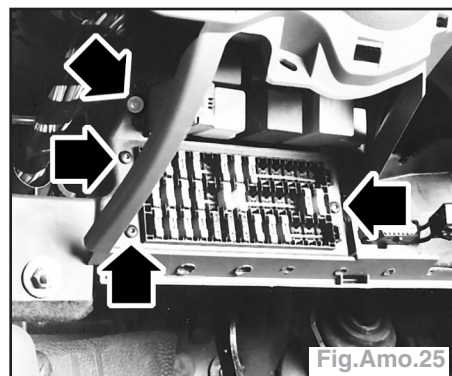

Fig.Amo.25
- les platines, porte fusibles et porte relais (Fig.Amo.25).